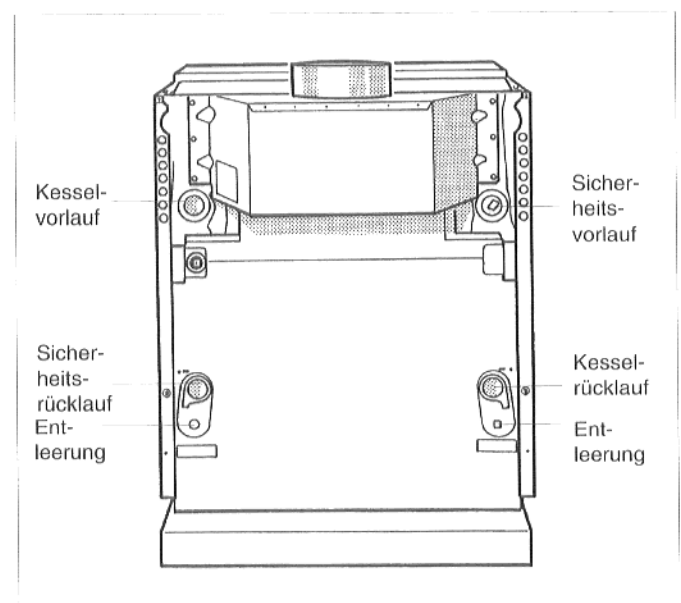

Abb.11: Wasserseitige Anschlüsse
Der Anschluß von Sicherheitseinrichtungen erfolgt am Sicherheitsvorlauf (Abb. 11) bauseits außerhalb des Bereiches der Strömungssicherung. Ist der Einbauort der Sicherheitseinrichtungen zu beiden Kesselblöcken hin unabsperierbar, so können gemeinsame Sicherheitseinrichtungen verwendet werden. Bei Verwendung des Buderus Kesselanschlußsets ist dies jedoch nicht der Fall, deshalb muß jeder Kesselblock für sich abgesichert werden.
- Kessel an das Rohrnetz der Heizungsanlage anschließen (Abb. 11).
Zur Gewährleistung der Kesselfunktion darf jeder Anschluß nur an der dafür vorgesehenen Anschlußstelle vorgenommen werden (Abb. 11).